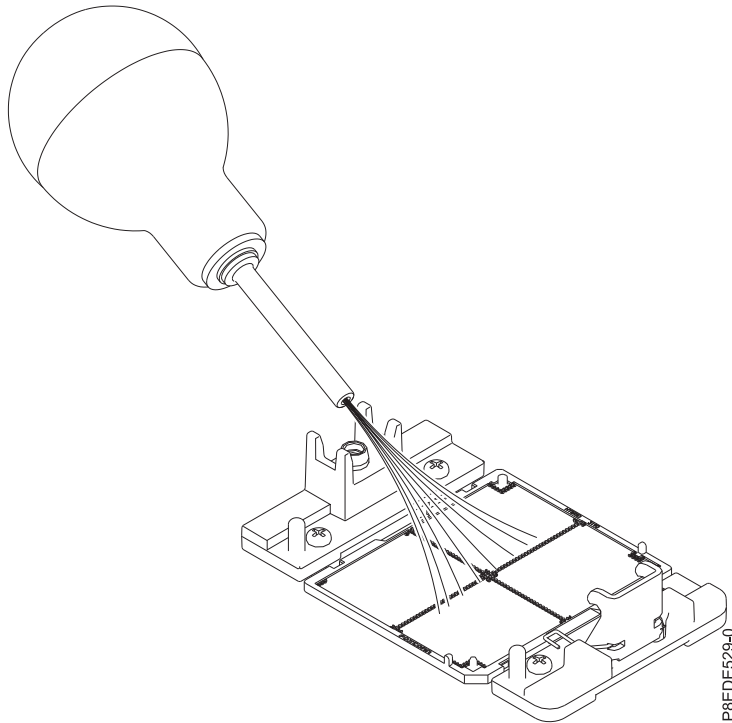

Figura 128. Eliminación de polvo y restos de suciedad del zócalo del procesador del sistema
- a. Si hay polvo o restos de suciedad en el zócalo del procesador del sistema, utilice la bomba de aire proporcionada (número de pieza 45D2645) para limpiar el zócalo. Sople pequeñas ráfagas de aire desde el centro a los lados del zócalo, como se muestra en la Figura 128 en la página 113.